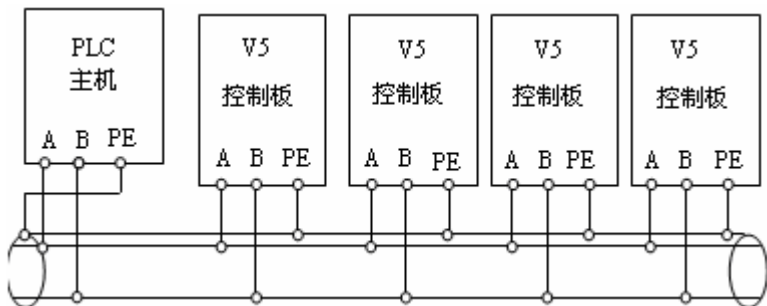
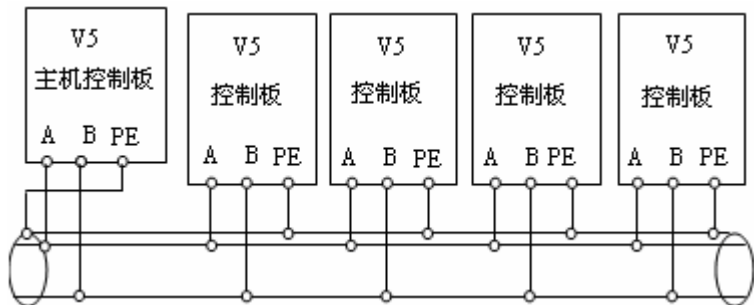

图 2-10 PLC 与变频器多机通信时的接线图(变频器、电机全部良好接地)
图 2-11 变频器多机通信时的接线图(变频器、电机全部良好接地)
- 多台变频器可通过 RS485 连接在一起，由 PLC（或上位机）作主机控制，如图 2-10 所示，也可以其中一台变频器作主机，其它变频器作从机，如图 2-11 所示。随着连接台数的增加，通讯系统越容易受到干扰，建议按如下方式接线：